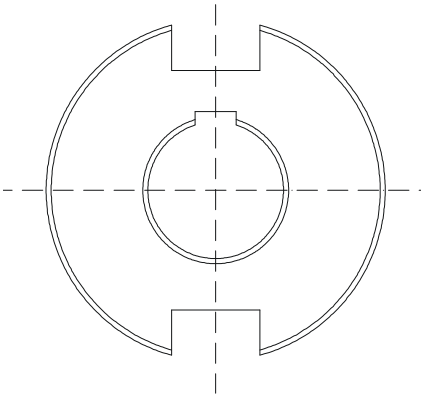
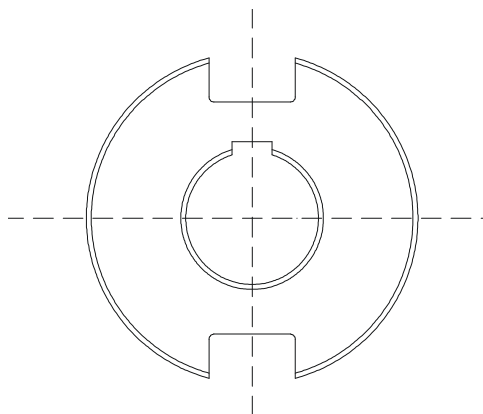

图 4-4-6
图 4-4-7
STEP 02 使用 TRIM 命令修剪多余的线段，再删除不需要的线条，如图 4-4-6 所示。其具体操作如下：
使用 FILLET 命令对如图 4-4-6 所示 A、B、C、D 四点所在角进行圆角，圆角半径为 1.5，如图 4-4-7 所示。其具体操作如下：
选择第一个对象或 [多段线(P)/半径(R)/修剪(T)]：选择 AB 线，如图 4-4-7 所示
选择第一个对象或 [多段线(P)/半径(R)/修剪(T)]：选择 CD 线，如图 4-4-7 所示
选择第一个对象或 [多段线(P)/半径(R)/修剪(T)]：选择 EF 线，如图 4-4-7 所示
选择第一个对象或 [多段线(P)/半径(R)/修剪(T)]：选择 GH 线，如图 4-4-7 所示